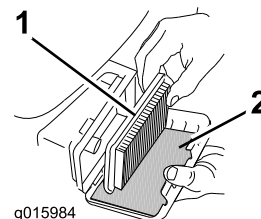

Figura 23
3. Retire el filtro de aire de papel y el pre-filtro de gomaespuma (Figura 23).